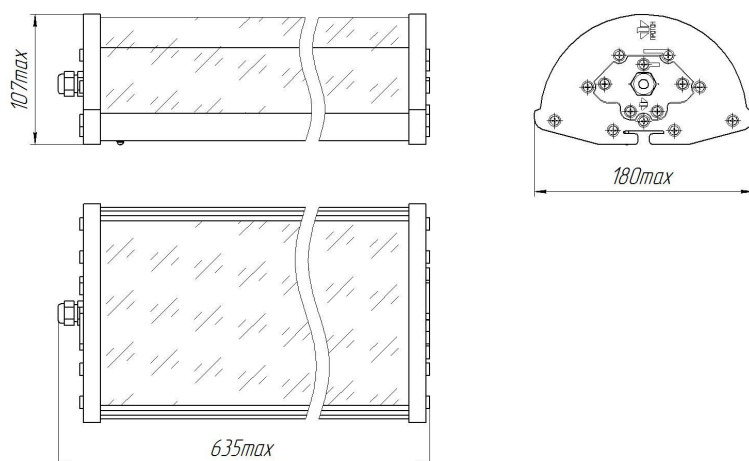

Рисунок 1
1.4.1 Светильник состоит (см. рисунок 1) из корпуса, изготовленного из алюминиевого сплава, который является несущим элементом светильника, прозрачного неокрашенного защитного стекла из ударопрочного поликарбоната, двух боковых крышек с крышками малыми, светодиодных полупроводниковых модулей, источника питания, блока аварийного питания, аккумуляторной батареи и контактного устройства.